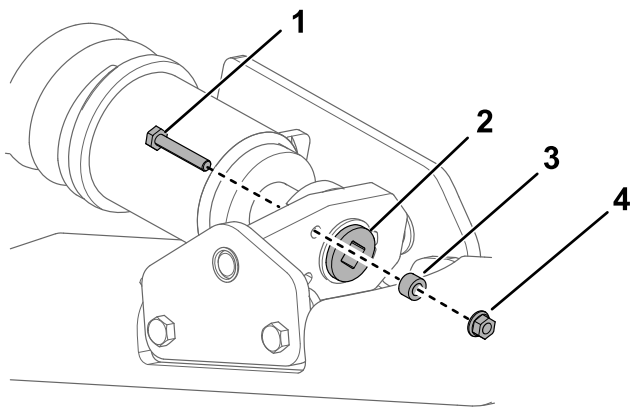

**Figura 56**
Sollevate/supportate 1 lato della macchina e, utilizzando il peso del cingolo, verificate che la distanza tra la parte inferiore del bordo della ruota non motrice e il cingolo sia pari a 13 mm, come illustrato nella Figura 56. In caso contrario, regolate la tensione dei cingoli eseguendo la procedura di seguito riportata.
- Utilizzando un cricchetto di trasmissione da  $\frac{1}{2}$ ", ruotate la vite di tensione fino a quando la flessione del cingolo non è pari a 1,3 cm, come illustrato nella Figura 56.
- Verificate che la flessione del cingolo sia pari a 1,3 cm, come illustrato nella Figura 56. All'occorrenza regolate.
20. Utilizzando un cricchetto di trasmissione da 1/2", ruotate la vite di tensione in senso antiorario fino a quando la flessione del cingolo non è pari a 1,3 cm, come illustrato nella Figura 56.
25. Verificate che la flessione del cingolo sia pari a 1,3 cm, come illustrato nella Figura 56.